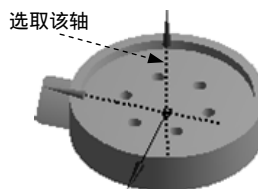

图 3.4.6 定义轴参考
(1) 选择轴参考元素。单击以激活 **Axis** 文本框，选取图 3.4.6 所示的轴线为参考元素，单击  **Apply** 按钮确认。
(2) 定义参数。在 **FD2, Angle** 文本框中输入圆形阵列角度数值，此处采用系统默认设置，在 **FD3, Copies (>0)** 文本框中输入数值 20。